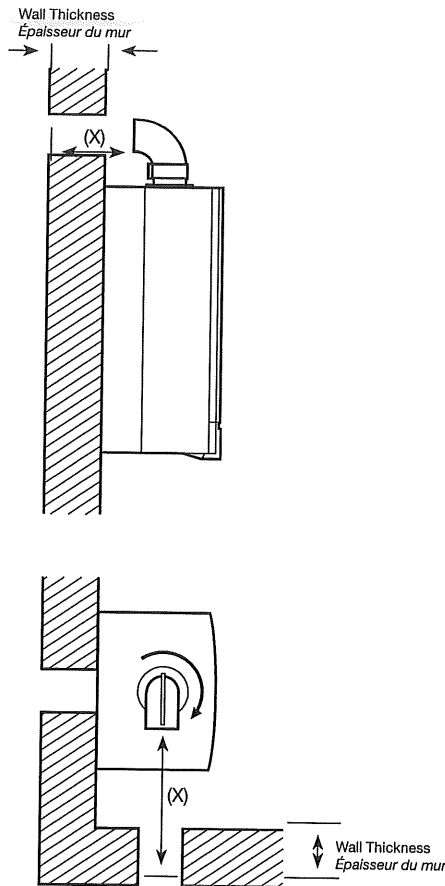

Fig. 2
2. Measure the distance from the outside wall face to the elbow (Fig. 2). This dimension will be known as 'X'.
2. Mesurer la distance entre le bord extérieur du mur et le coude (Fig.2). Cette cote sera indiquée par la lettre 'X'.